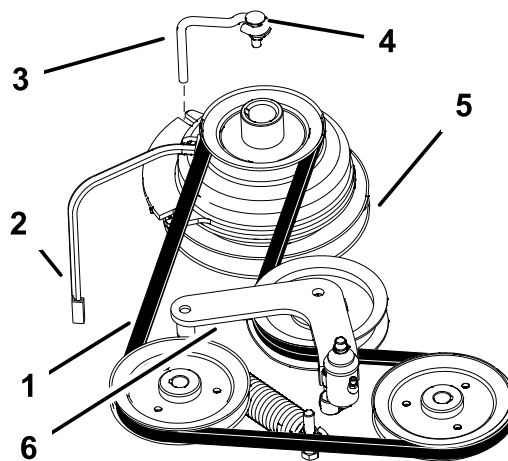

Figura 46
2. Retire el perno del tope del embrague y desconecte el cable eléctrico del embrague (Figura 46).
4. Retire la correa de tracción de las poleas del motor y de la bomba hidráulica (Figura 46).
5. Instale la correa nueva alrededor de las poleas del motor y de la bomba hidráulica (Figura 46).
7. Libere la presión en la polea tensora tensada con muelle (Figura 46).